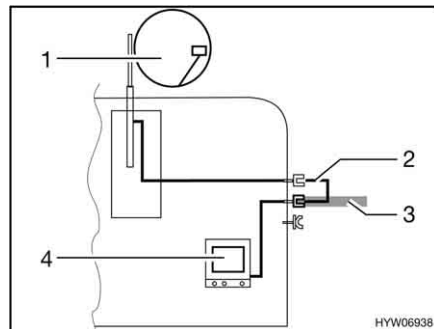

Bild 156 TV i fordonet
- TV i fordonet (Bild 156,4): Anslutning till takantenn (Bild 156,1) med anslutningskabel (Bild 156,2)
- TV i fordonet (Bild 156,4): Anslutning till extern antenn (Bild 156,3)